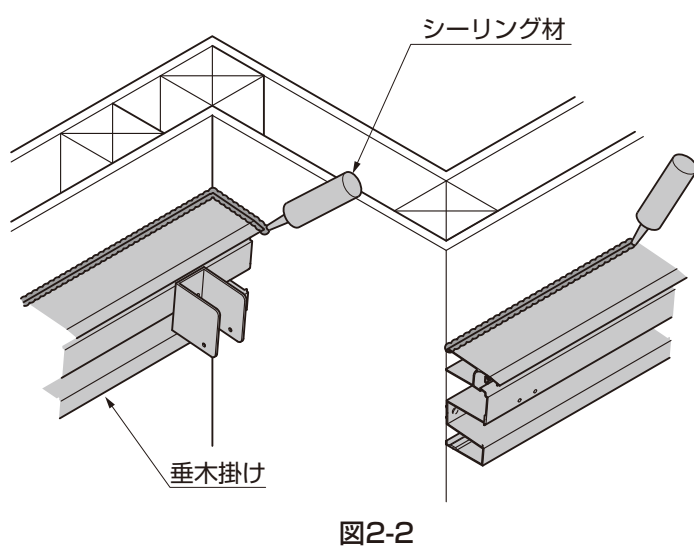

図2-2
- ② 垂木掛けにシーリングをしてください。(図2-2参照)